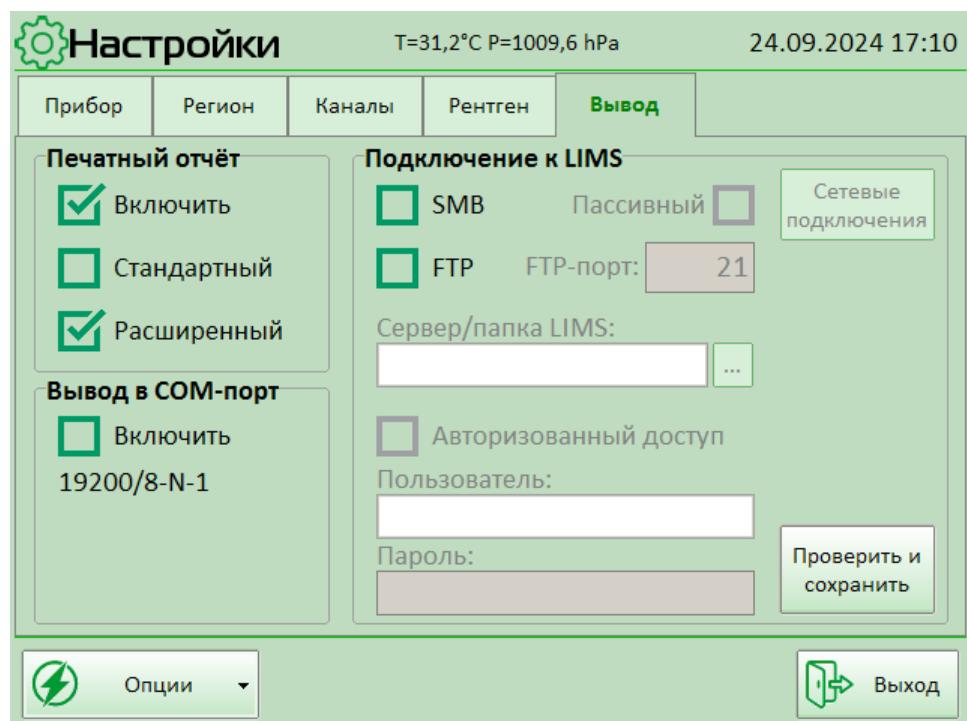

Рисунок 19
13.5.6 Вкладка **Вывод** содержит настройки печатных отчётов, вывода данных в последовательный порт, а также средства подключения анализатора к системе LIMS (Рисунок 19).